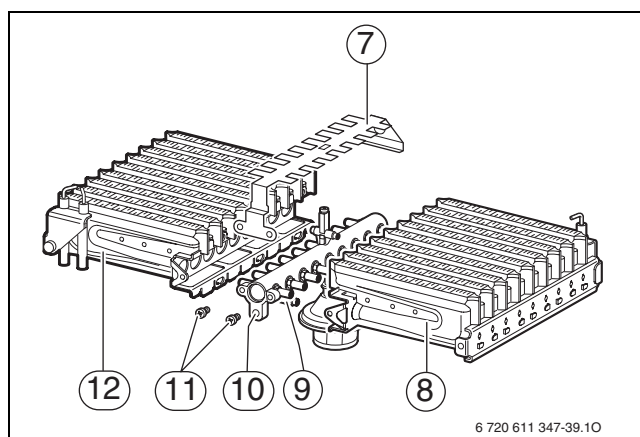

Fig. 35
- ▶ Îndepărtați șuruburile (11) (→ Fig. 35).
- ▶ Se scoate puntea de aprindere (7).
- ▶ Se îndepărtează șuruburile la punctele de fixare (9). Se scoate jumătatea stângă și cea dreaptă a arzătorului (12 și 8) de la corpul duzei (10).